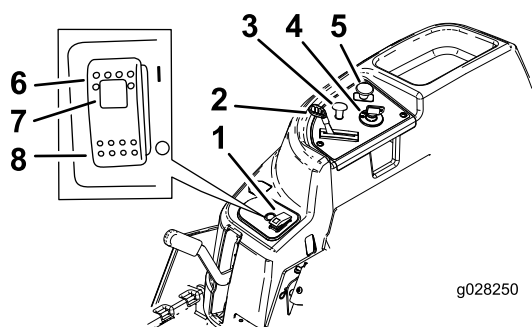

Bild 6
Die Gasbedienung steuert die Motordrehzahl und hat eine fortlaufend variable Einstellung von SLOW (LANGSAM) bis FAST (SCHNELL) (Bild 6).
Mit dem Zapfwellenantriebsschalter, der durch ein Zapfwellensymbol dargestellt wird, kuppeln Sie den Antrieb der Mähwerkmesse ein oder aus (Bild 6).
- Drücken Sie den Smart Park™-Schalter in die EIN-Stellung (Bild 6).